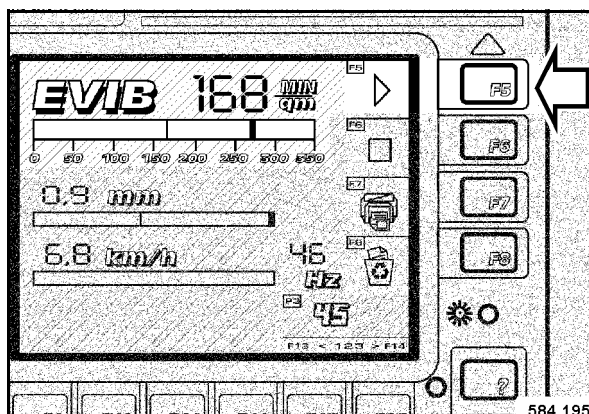

Fig. 78
- Al llegar a la marca 1 hay que pulsar la tecla F5 „START“ (Fig. 78).